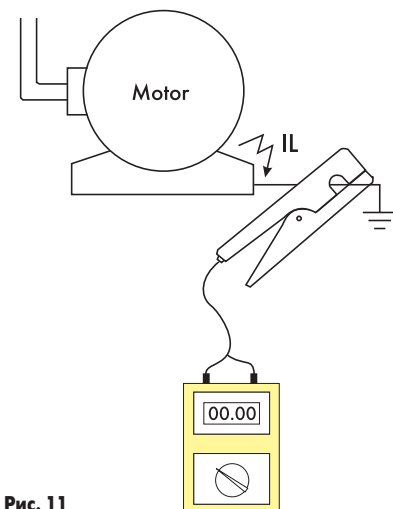

Рис. 11
Ток утечки на землю может быть измерен непосредственно при использовании следующей простой модели (рис. 11).
**Пример: (рис. 11), модель клещей MINIPINCE 1**